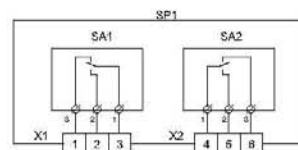

Рис. 1
- 3.7** Общий вид и габаритные размеры датчика приведены на Рис.1.
**6.2.** Снять защитный кожух поз.1 (см.Рис.1). Подсоединить к ниппелю датчика через рукав с внутренним диаметром 8мм (ГОСТ10362 76) источник давления газа или воздуха. Подсоединить датчик к электронной системе обработки сигнала проводом с сечением жилы не менее 0,2 мм. Регулирующим винтом поз.2 установить нижний порог срабатывания, зафиксировав его положение стопорным винтом поз.3. Верхний порог срабатывания устанавливается винтом поз.7, фиксируется положение винтом поз. 9. (Допускается предварительная настройка датчика нижнего и верхнего порога на стенде, имеющем манометр, источник питания ~220В, регулирующую подачу воздуха). Контроль величины необходимого давления произвести манометром.
## **6.3** Надеть защитный кожух и зафиксировать его положение винтом 4 (Рис.1)